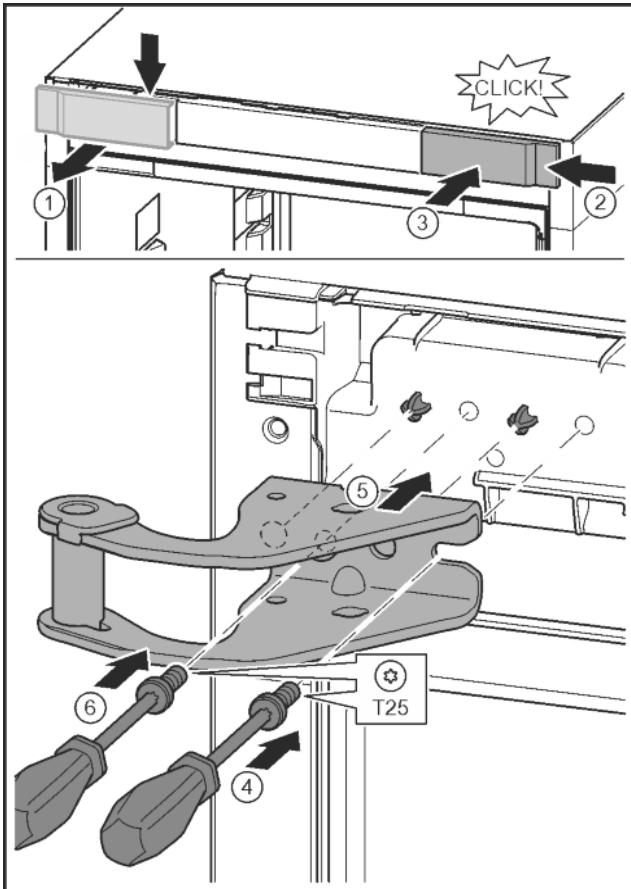

Fig. 13
- ▶ Libérer le cache et le retirer latéralement. *Fig. 13 (1)*
- ▶ Accrocher le cache tourné de 180° de l'autre côté à droite. *Fig. 13 (2)*
- ▶ Enfoncer le cache. *Fig. 13 (3)*
- ▶ Mettre en place la vis avec un tournevis T25. *Fig. 13 (4)*
- ▶ Mettre en place le support de palier supérieur. *Fig. 13 (5)*
- ▶ Serrer la vis. *Fig. 13 (4)*
- ▶ Mettre en place la vis avec un tournevis T25 et la serrer. *Fig. 13 (6)*